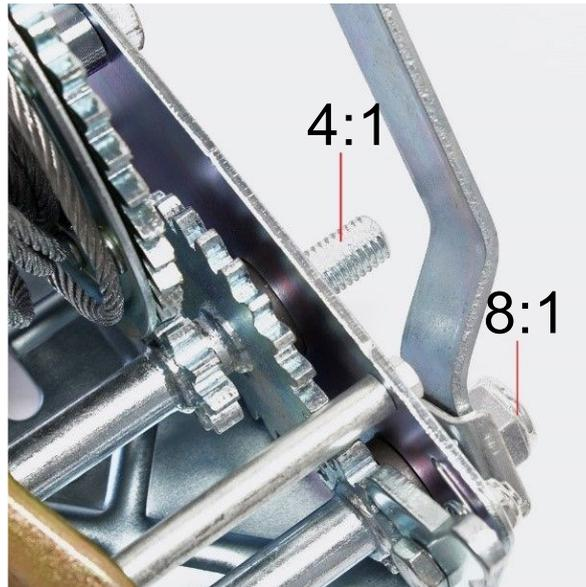

Fig. 1
- **¡Atención!** Los modelos de cabrestante 30212 y 30213 tienen dos pernos de eje para la colocación de la manivela. Colóquela de forma que coincida con la relación de transmisión deseada (**véase fig. 1**).